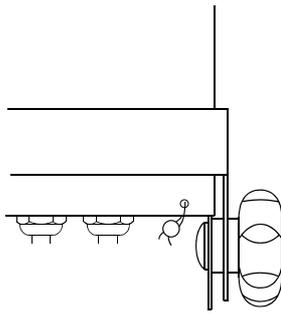

Abbildung 20: Versiegelung mit Bleiplombe.
- 5 Überprüfen Sie die Seite „Audit Trail“ (Prüfungspfad), um sicherzugehen, dass der Status des „Seal Enable“-Hardware-Siegels „YES“ (JA) lautet.
- 6 Versiegeln Sie die Waage wie in Abbildung 20 gezeigt mit einer Bleiplombe.